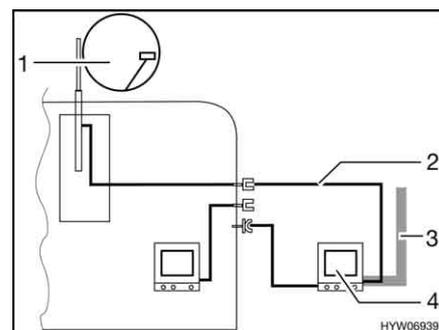

Fig. 175 TV dans l'auvent
- TV dans l'auvent (Fig. 175,4) : Raccord à l'antenne sur le toit (Fig. 175,1) avec câble d'alimentation (Fig. 175,2)
- TV dans l'auvent (Fig. 175,4) : Raccord à l'antenne extérieure (Fig. 175,3)